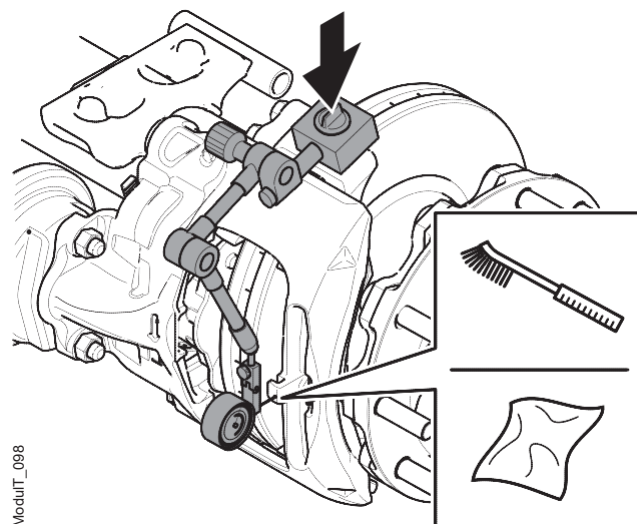

Figura 91. Indicador de discagem na pinça de freio
2. Coloque o relógio comparador no suporte (posição A) e limpe o ponto de medição. B com um pano e coloque o relógio comparador para medição na posição B, veja a figura 91.